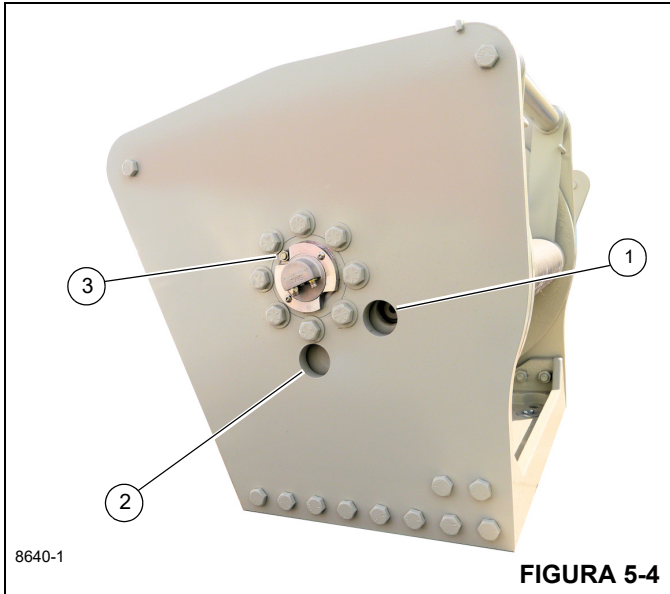

FIGURA 5-4
- Gire el tambor hasta que el tapón de llenado/nivel de aceite (1, Figura 5-4) sea visible en el agujero de inspección.
- Retire el tapón de llenado/nivel (1) e inspeccione visualmente el nivel de aceite. El aceite deberá estar al nivel del fondo del agujero de inspección. Si se necesita más aceite, añada lubricante y reinstale el tapón de llenado/nivel.
- Para vaciar y añadir aceite nuevo, retire el tapón de ventilación (3, Figura 5-4). Retire el tapón de vaciado (2) con una llave de casquillo hexagonal y luego enrosque un tubo de 1 pulg en el agujero del tapón de vaciado (2) para vaciar el aceite. Vacíe el aceite hidráulico. Retire el tubo de vaciado de 1 pulg e instale el tapón de vaciado (2).
- Para llenar con aceite, gire el tambor de manera que la lumbrera de llenado/nivel (1, Figura 5-4) sea visible a través del agujero superior. Instale un tubo de 1 pulg con codo en el agujero de llenado (1) como ayuda para el llenado de aceite. Retire el tapón de llenado/nivel con